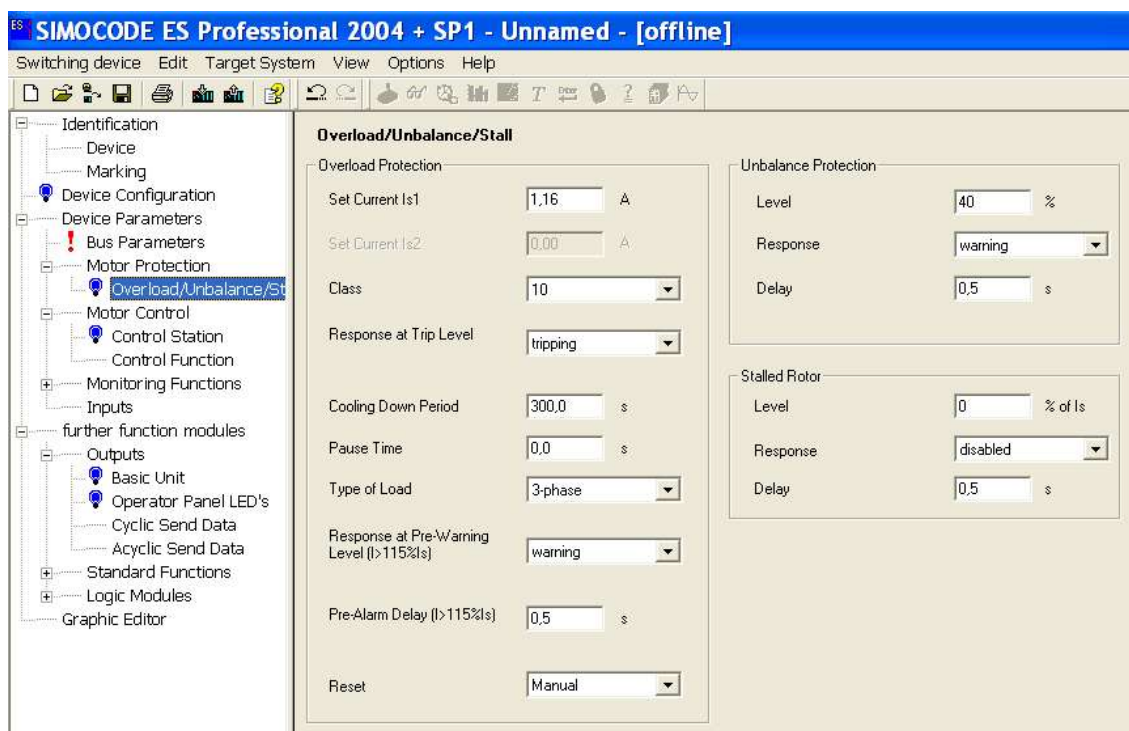

Рис. 6.7. Ввод параметров цепей защиты для электродвигателя
- выбрать напряжение питания электродвигателя 230 В, что соответствует номинальному току 1,16 А и пусковому току 2,9 А; токовая уставка устройства должна соответствовать номинальному току двигателя 1,16 А (рис. 6.7 – Set Current Is1; там же установлены: Class – 10, класс защитной характеристики при перегрузке; Response at Trip Level – tripping, отклик при перегрузке – отключен);
- соединить программным путем функциональный блок «Выходы GG» с гнездами функционального блока «Защита/Управление» (см. рис. 6.7), т.е.:
Шаг 4 (рис. 6.7).